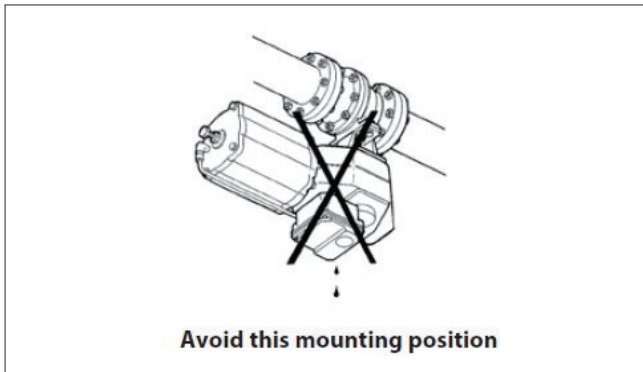

Fig. 5 Position d'installation à éviter
5. Il est déconseillé d'installer la vanne avec la tige en dessous, car les impuretés dans la tuyauterie risquent de pénétrer dans la cavité du corps et d'endommager la garniture de la tige (cf. Figure 5).
La vanne peut être installée dans n'importe quelle position et est étanche dans les deux sens d'écoulement, à l'exception de la position illustrée à la Figure 5.